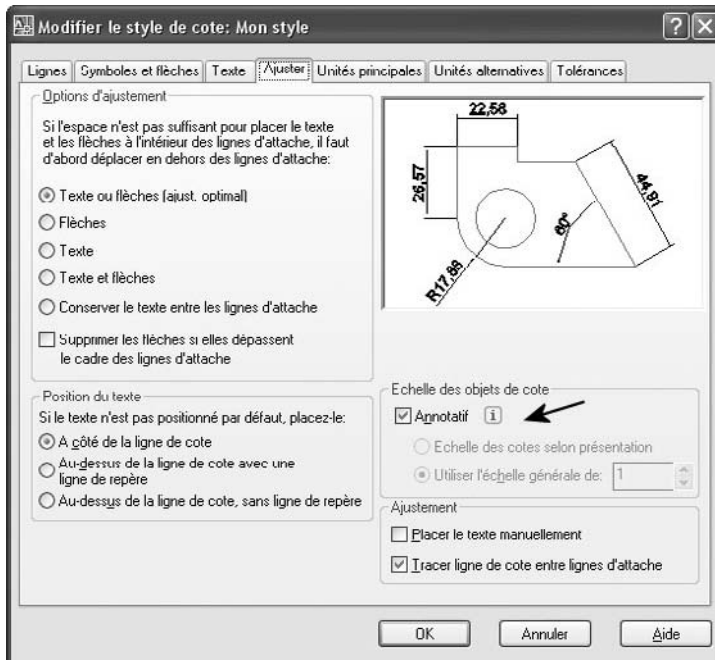

Fig.13.20
- [4] Dans la boîte de dialogue **Modifier le style de cote** (Modify Dimension Style), dans l'onglet **Ajuster** (Fit), sous **Echelle des objets de cote** (Scale for dimension features), sélectionnez **Annotatif** (fig.13.20).